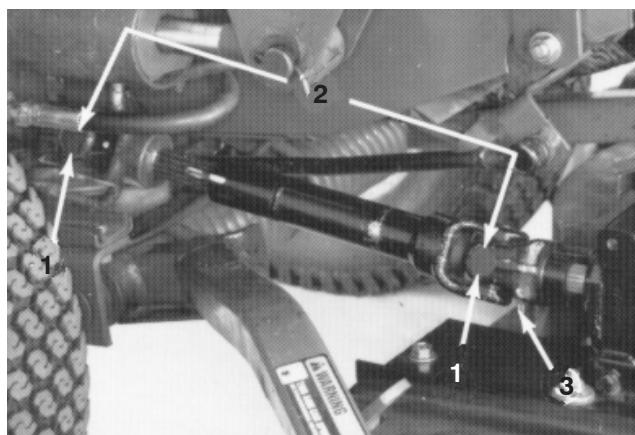

Figure 7
1. Alignez les trous de la chape et de l'arbre d'entrée du boîtier d'engrenages. Glissez la chape sur l'arbre et fixez-les ensemble avec une goupille cylindrique, 2 vis de fixation (5/16 x 1-3/4 po) et 2 contre-écrous (5/16 po) (Fig. 7).